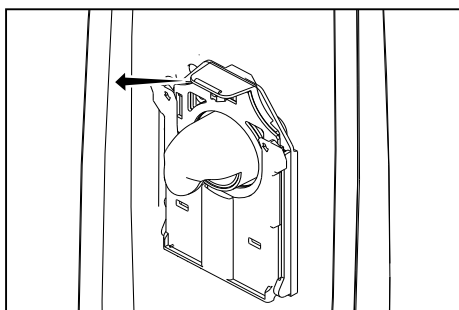
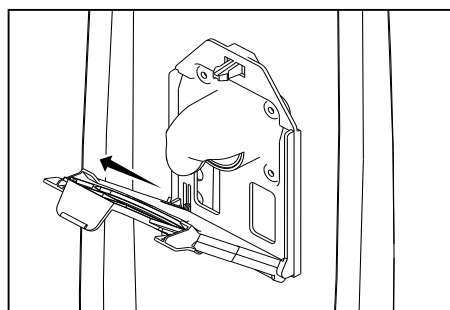

Fig. 1
Fig. 2
- Retirez le sac usagé en tirant vers l'extérieur de l'aspirateur sur la languette du col de sac vert (Fig. 1). Retirez le sac usagé en le faisant glisser hors du support ce qui clôt automatiquement l'ouverture du sac (Fig. 2). Jetez le sac usagé.